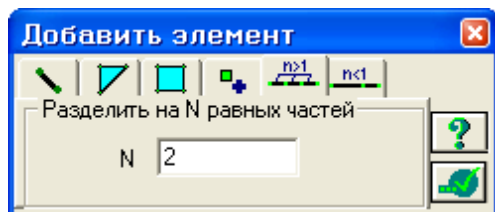

Рис.12.6. Диалоговое окно **Добавить элемент**
- В этом окне перейдите на пятую закладку **Разделить на N равных частей** (рис.12.6) и задайте **N = 2**.